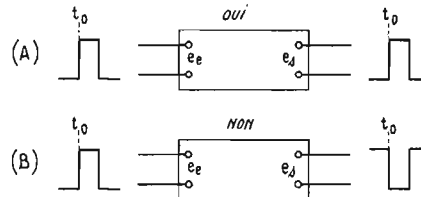
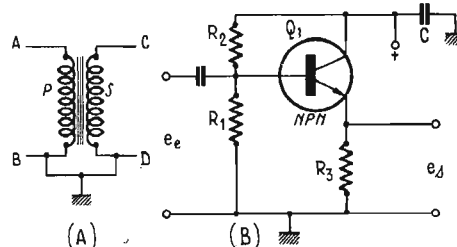
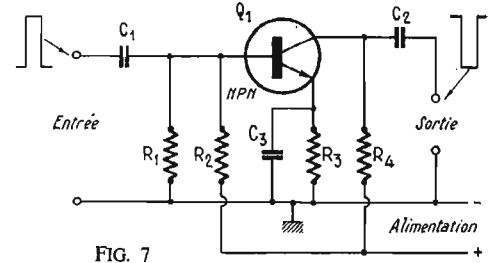

FIG. 5
FIG. 6
FIG. 7
être un circuit OUI si les enroulements AB et CD ne sont pas inversés et dans ce cas une impulsion de signe + par exemple à l'entrée donnera une impulsion de même signe à la sortie mais pouvant être de valeur différente si le rapport de transformation est autre que 1. La figure 6 A donne un exemple de montage de ce genre. Le transformateur est à enroulement bifilaire et il est bobiné avec deux fils en main dont les débuts sont aux points B et D (ou A et C). Le montage à transistor en collecteur commun (émettodyne ou émetteur « suiveur » ou « follower » en anglais) est un circuit OUI car il n'inverse pas.
La forme générale d'un montage NON est indiquée à la figure 5 (b)
Il va de soi que les deux montages (A) et (B) de la figure 5 recevant une impulsion négative, donneraient à la sortie, une impulsion négative (circuit OUI) et positive (circuit NON). Le transformateur idéal de la figure 6 (A) peut être réalisé en circuit NON en bobinant en bifilaire, donc dans le même sens les deux fils en commençant par les extrémités A et D (ou B et C), la masse étant toujours en B et D.
Un montage électronique NON est l'amplificateur **inverseur** à transistor monté en émetteur commun, comme celui de la figure 7. On sait qu'un montage de ce genre inverse et peut, pour des valeurs convenables des éléments, amplifier en tension. Rappelons que  $R_1 - R_2$  est le diviseur de tension polarisant la base pour la conduction ;  $R_3$  polarise l'émetteur,  $R_4$  est la charge de collecteur.
doivent être prohibées, donc ne pas les utiliser à la place d'inversion. Désignons par montage EC celui de la figure 7 et par CC celui de la figure 6 (B). Montons en cascade  $n$  circuits CC et  $m$  circuits EC. Les  $n$  circuits CC ( $n$  quelconque, pair ou impair) n'inversent pas ; par contre les  $m$  circuits EC inversent si  $m$  est impair et n'inversent pas si  $m$  est pair, car chaque groupe de 2 circuits EC,